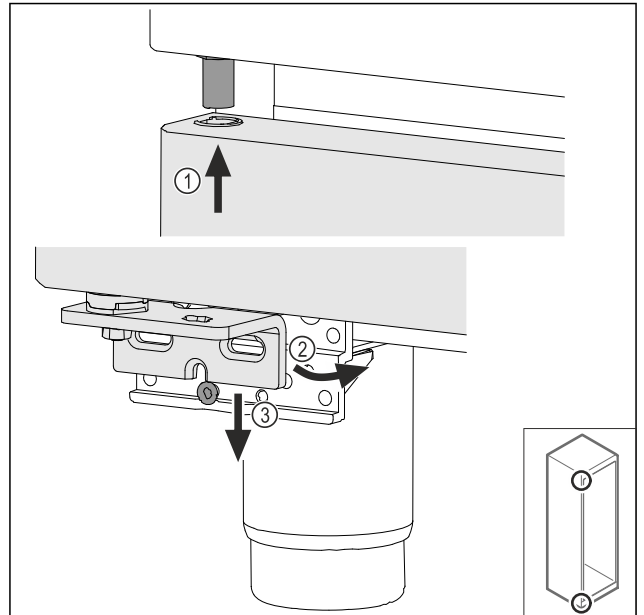

Fig. 45
- ▶ Зачепити двері зверху під нахилом Fig. 45 (1), вирівняти двері прямо Fig. 45 (2) і знизу встановити на гвинт Fig. 45 (3) опорного кронштейну.